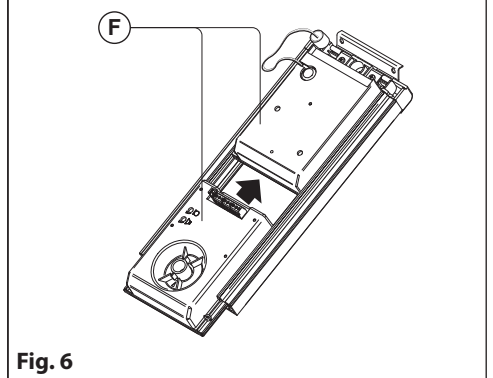

Fig. 6
6. Infilare i moduli **(F)** (**Fig. 6**) secondo la disposizione desiderata;
6. Enfiler les modules **(F)** (Fig. 6) selon la disposition souhaitée ;